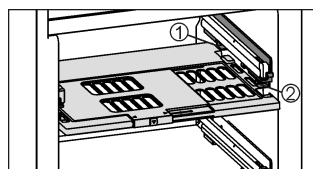

Fig. 8
- ▶ Introducir la placa de regulación de la humedad: introduzca los nervios de la tapa de la placa desde abajo en el soporte trasero Fig. 8 (1) y encájelos por delante en el soporte Fig. 8 (2).